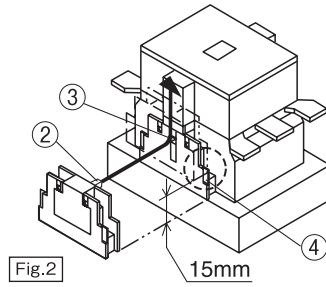

Fig.2
- ・補助接点ユニットの突起部②を電磁接触器のガイド穴③に合わせ、15mm程度スライドさせて補助接点ユニットを電磁接触器の溝④にはめ合わせてください。(Fig.2)
- ・ Put the projection ② of auxiliary contact unit into the dent ③ of contactor. Slide the auxiliary contact unit about 15mm, and the auxiliary contact unit will be fit into the groove ④ of contactor. (Fig.2)
- ・ 请将辅助触头单元的突出部②与交流接触器上的导孔③对齐，然后将其推移滑动15mm左右，使辅助触头单元正好卡装于交流接触器的沟槽④内。(Fig.2)